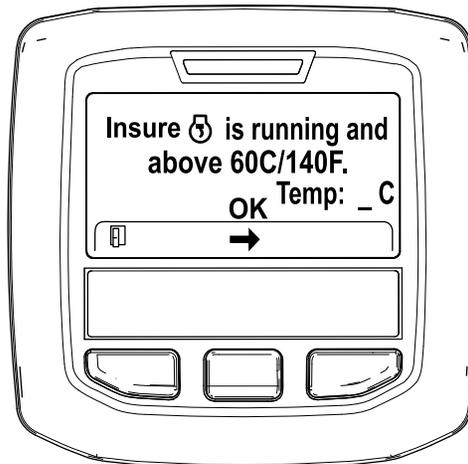

Рисунок 51
5. Если температура охлаждающей жидкости ниже 60 °C (140 °F), появится сообщение «Insure is running and above 60C/140F» («Убедитесь, что двигатель работает и температура выше 60 °C / 140 °F»). (Рисунок 51).